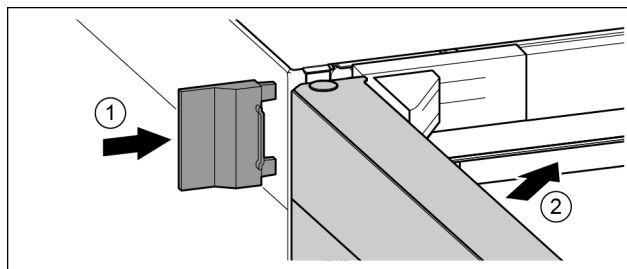

Fig. 19
- ▶ Nasuňte vonkajší kryt. Fig. 19 (1)
- ▶ Zatvorte vrchné dvere. Fig. 19 (2)